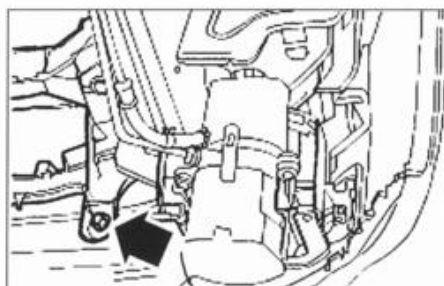

FIG. 11
- Separar el soporte de fijación de bomba de dirección asistida de la armadura de parachoques (2).
- el refuerzo del panel de apertura de calandra de la armadura de parachoques de los dos lados (lado derecho ilustrado) (fig. 11).